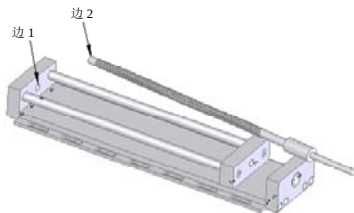
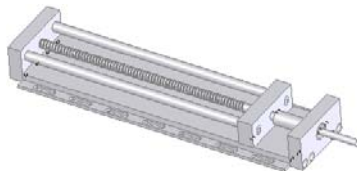

图 10-84 插入光杠后的图形
图 10-85 配合后的图形
❶ 插入丝杠。执行[插入]||[零部件]||[现有零件/装配体]菜单命令,插入丝杠。具体步骤可以参考上面的介绍,将丝杠插入到图中合适的位置,结果如图 10-84 所示。
❷ 添加配合关系。执行[插入]||[配合]菜单命令,或者单击[装配体]控制面板中的[配合]按钮,将图 10-84 中的边 1 和边 2 设置为[同轴心]配合关系;将丝杠的左侧端面和后挡板左侧端面设置为[重合]配合关系,结果如图 10-85 所示。